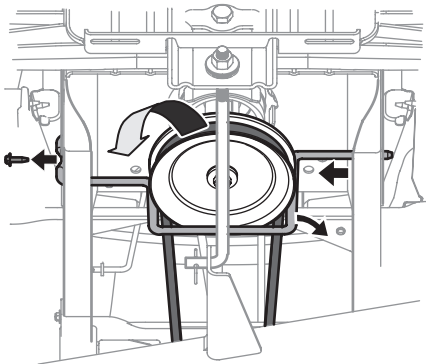

Figure 4-10
5. Enlevez la vis à tête hex. qui maintient la tige du guide de la poulie motrice sur le châssis. Voir la Figure 4-10.